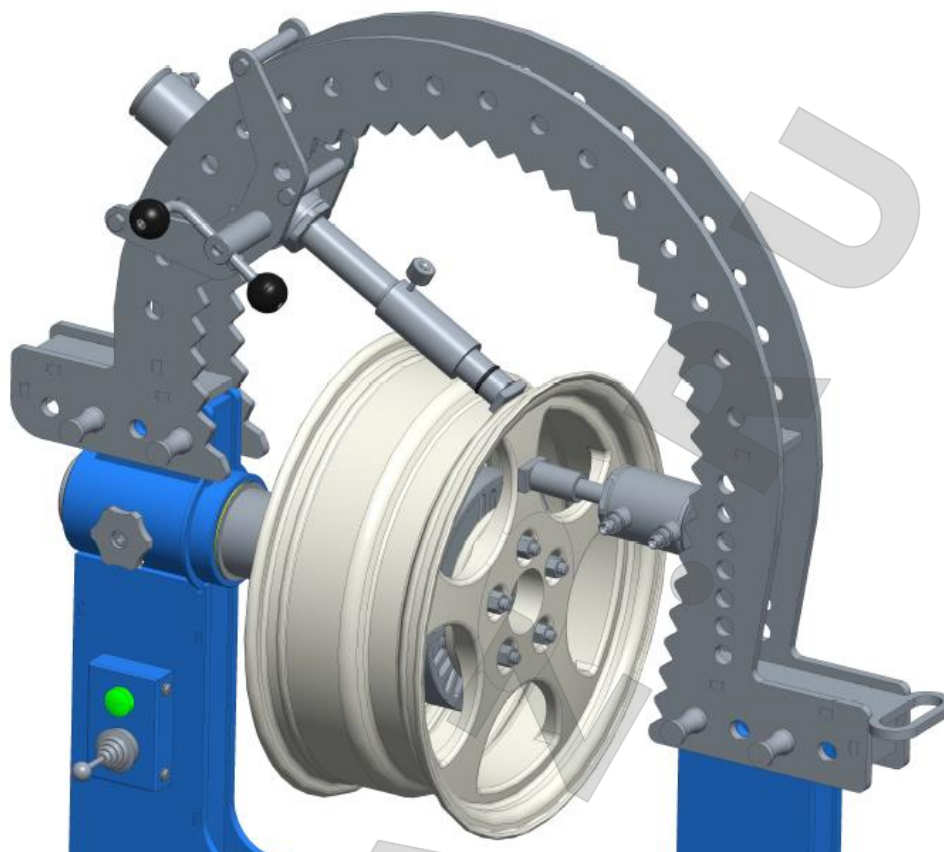

Рисунок 8. Правка спицы диска.
7.7. Для правки спицы колеса поджать упором деформированную спицу диска, и нажать на бурт посадочной полки диска, насадкой вставленной через удлинитель в гидроцилиндр D60 или D50, либо поджать бурт посадочной полки диска гидроцилиндром D50, и нажать на спицу гидроцилиндром D60, см. рисунок 8.